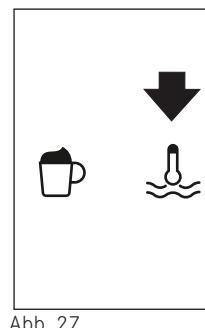

Abb. 27
- ▶ Drücken Sie die Sensortaste ☰ (B13) (Abb. 27).